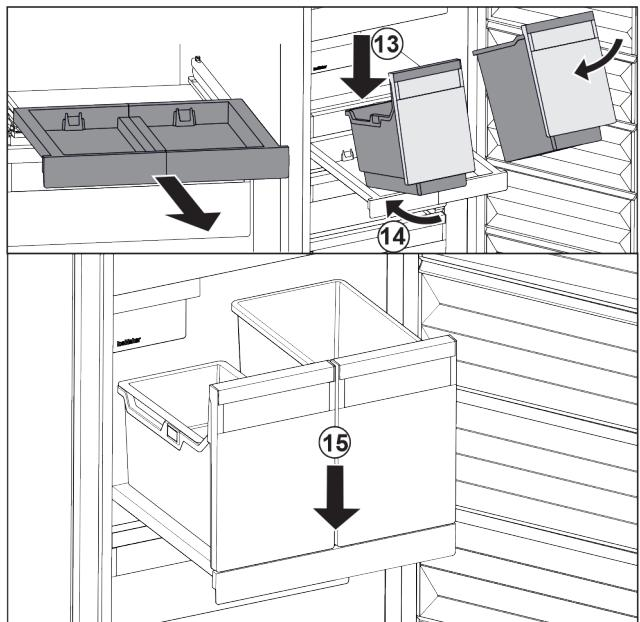

Fig. 86
- Nasadte nádobu šikmo na vyťahovaciu poličku. Fig. 86 (13)
- Zasuňte nádobu šikmo dozadu. Fig. 86 (14)
- Zložte nádobu vpredu. Fig. 86 (15)